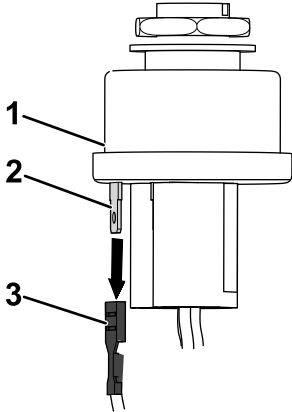

Bild 16
1. Trennen Sie den Kabelschuh des Maschinenkabelbaums von der Klemme C des Schlüsselschalters (Bild 16).